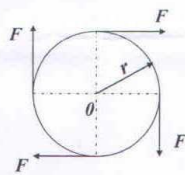

图 1
1. 半径为 r 的圆在水平方向和竖直方向受到切向力 F 的作用，如图 1 所示，该力系向圆心 O 简化后的主矢 $F_R =$ (1) 。